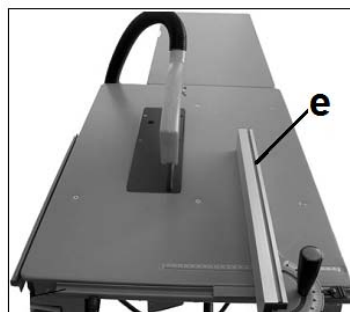

Рис. 17
Используйте 2 болта/2 шайбы и гайки-барашка (f, Рис. 17 и 18) чтобы прикрепить алюминиевый профиль (e) к корпусу упора.
- Используйте профиль в вертикальном положении (рис. 17) для пиления широких заготовок: